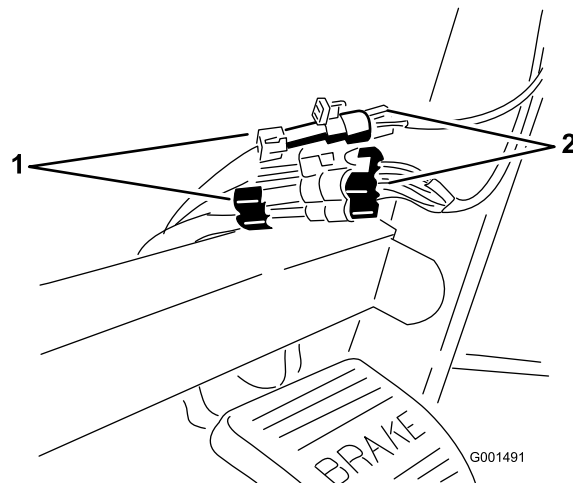

Figura 7
7. Ligue os cabos do Spray Pro às ligações correspondentes que se encontram debaixo do painel (Figura 7).